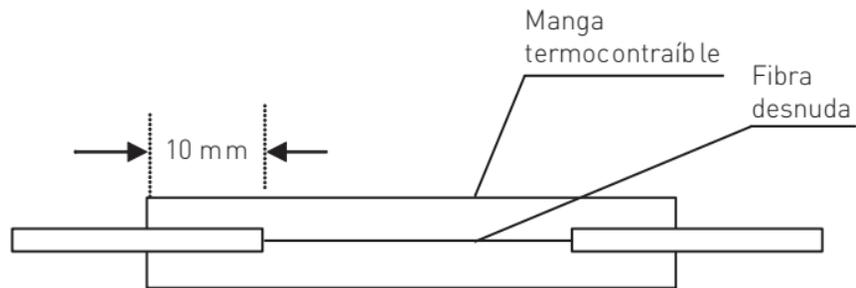

Figura 7-7 Ilustración de uso de manga de empalme termocontraíble
- B.** Mueva primero la manga de empalme termocontraíble al área donde se realizó el empalme y asegúrese de que la posición sea correcta, como se muestra en la Figura 7-7. preste atención a garantizar que la manga termocontraíble esté en el medio del horno de calentamiento al colocarla.